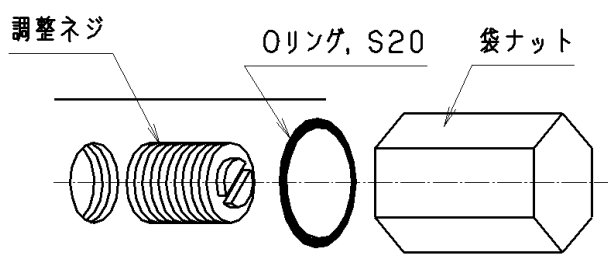

図5
- (1) 必ず圧力計で確認しながら調整を行って下さい。
- (2) 調整は図5の調整ネジで行ないます。右に回せば増圧、左に回せば減圧します。
- (3) 調整終了後は、Oリングが装着されている事を確認、袋ナットを30 N・m程度の締め付けトルクで確実に締め付け、油漏れのない事を確認して下さい。